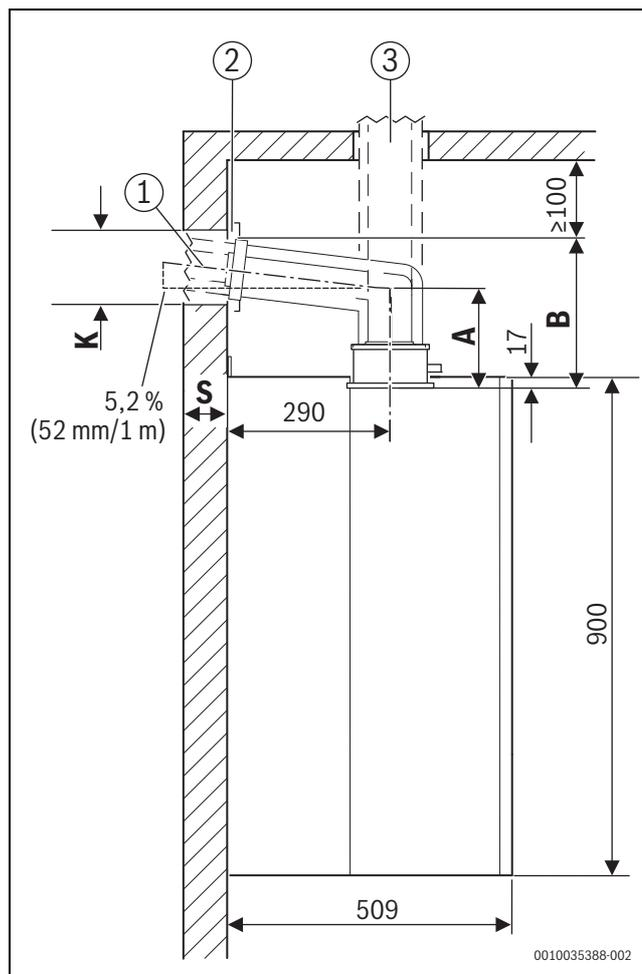

Bild 8 Seitenansicht (mm)
- Ggf. Maß der Blende ([2] in Bild 8) addieren.